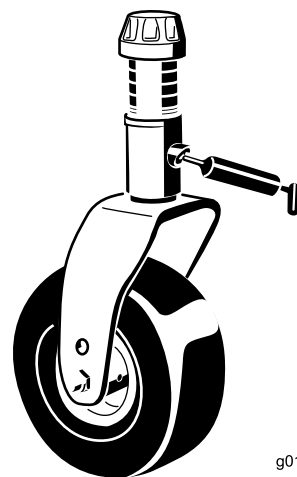

Figura 82
- Dois casquilhos de eixo da forquilha da roda giratória (Figura 82)